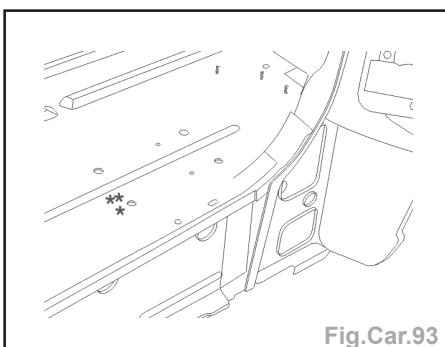

Fig.Car.93
- Découper par fraisage des points (Fig.Car.93).